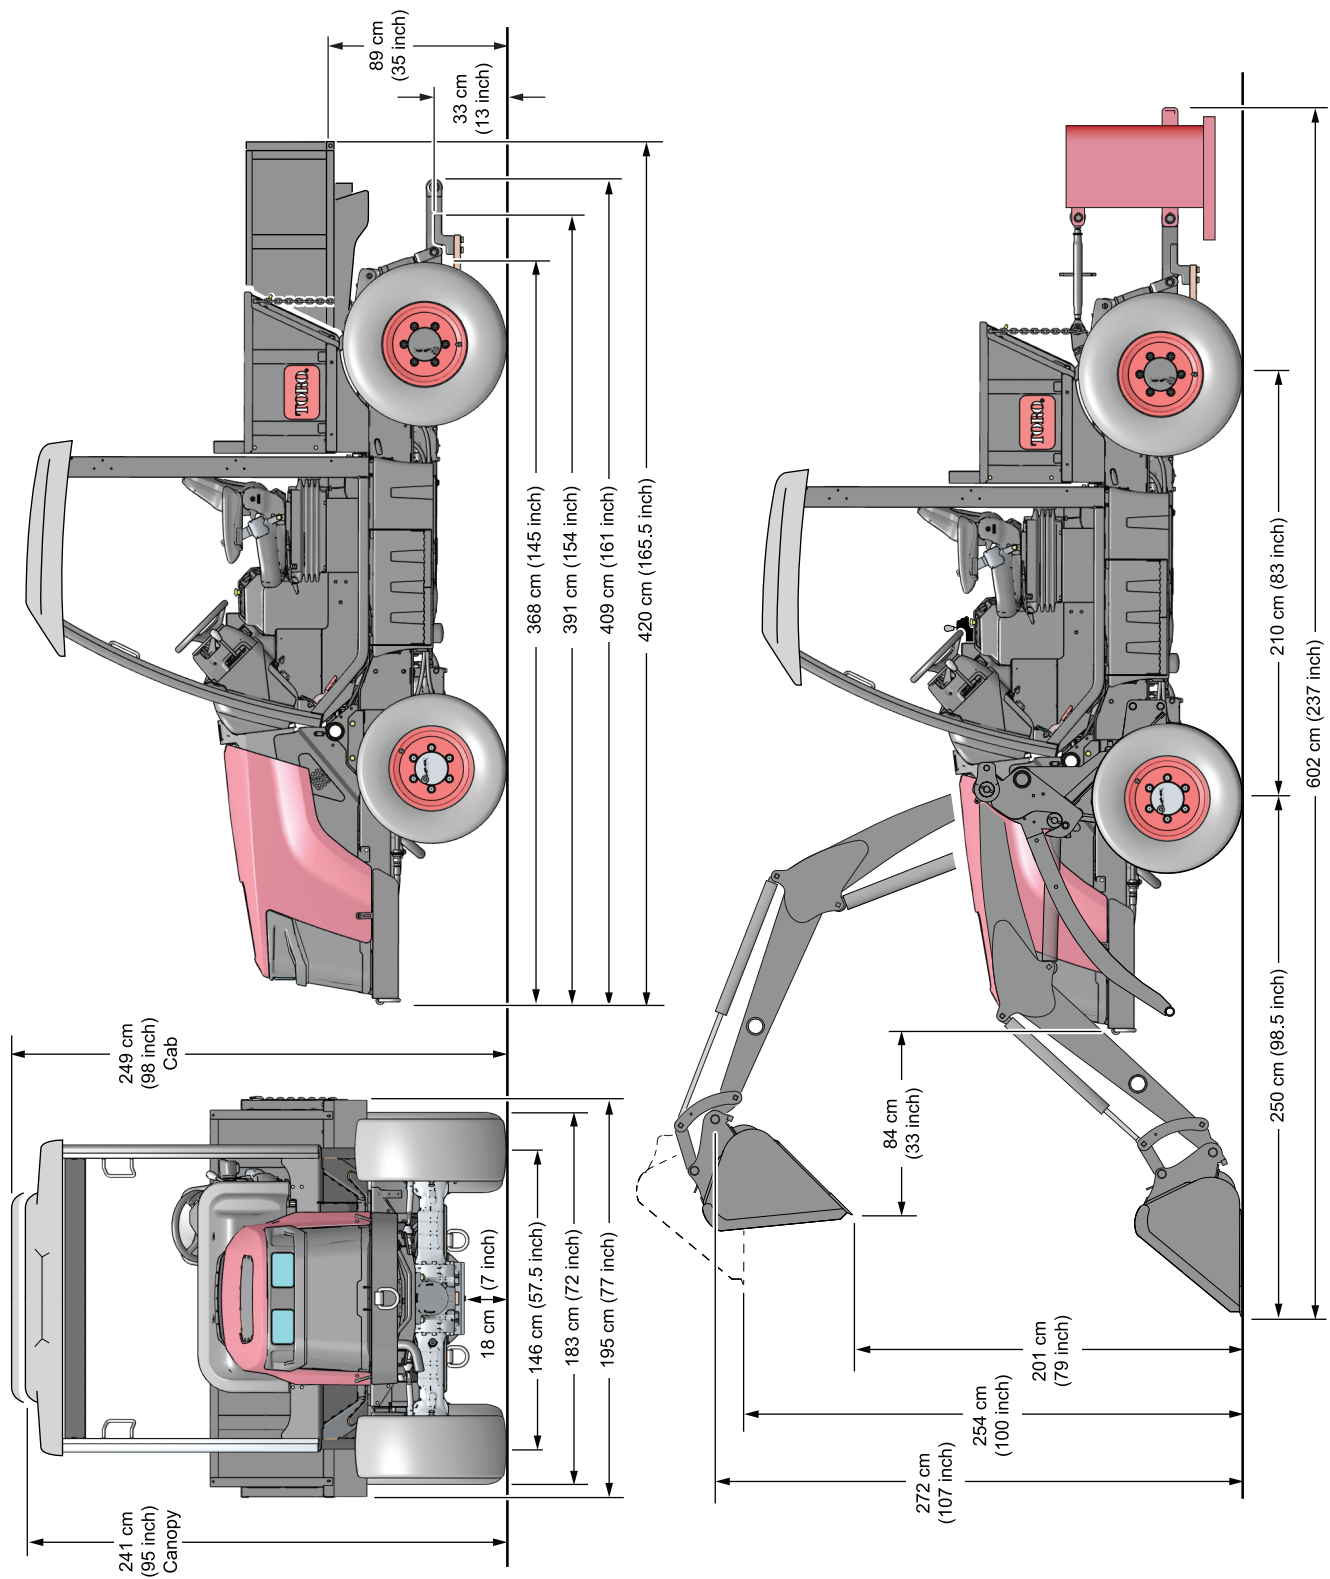

Figura 16
- Consulte en la Figura 16 las dimensiones generales de la máquina.